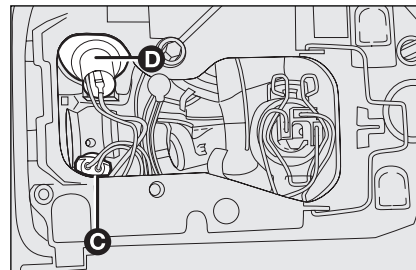

fig. 22
- tourner le porte-lampe **C-fig. 22** et l'enlever (il est fixé à pression);
- tourner le porte-lampe **D-fig. 22** et l'enlever (il est fixé à pression);